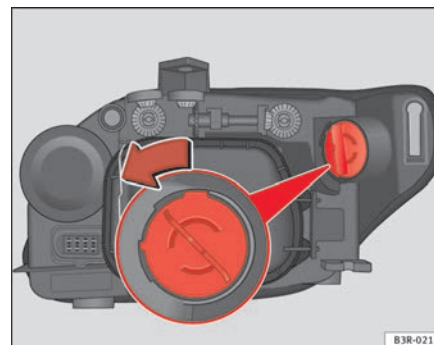

Fig. 213 Luz DRL (luz diurna)
- Rode o porta-lâmpadas no sentido anti-horário agarrando-o pela pega ⇒ **fig. 213** e extraia o porta-lâmpadas e a lâmpada.